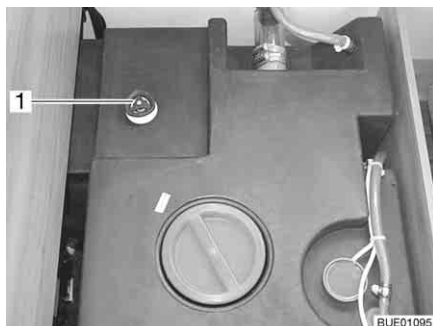
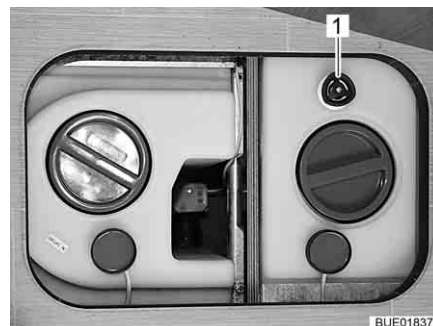

Fig. 222 Réservoir d'eau avec poignée tournante (Viseo)
Fig. 223 Réservoir d'eau avec poignée tournante (Elegance)
- Faire tourner à fond dans le sens des aiguilles d'une montre la poignée tournante (Fig. 222,1 ou Fig. 223,1) située sur le réservoir d'eau.
- Faire tourner la poignée tournante (Fig. 222,1 ou Fig. 223,1) située sur le réservoir d'eau dans le sens inverse des aiguilles d'une montre jusqu'à ressentir une résistance. L'eau s'écoule, excepté une quantité résiduelle (quantité résiduelle sur Viseo : 60 l, quantité résiduelle sur Elegance : 20 l).